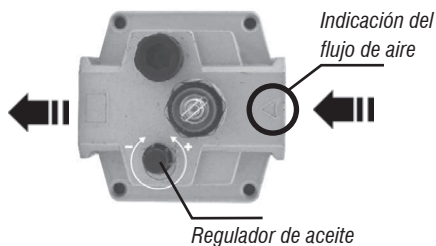

Fig. 7 Colocar aceite en el lubricador
2. Desatornille el tapón situado en la parte superior del lubricador (fig. 7);
1. Para aumentar la lubricación del aire comprimido gire el regulador de aceite en el sentido de los punteros del reloj (fig. 7);
2. Para disminuir la lubricación del aire comprimido gire el regulador de aceite en el sentido contrario de los punteros del reloj (fig. 7);
3. Atención para un correcto funcionamiento del equipo siga el sentido de montaje gravado en la parte superior del mismo, conforme fig. 7.